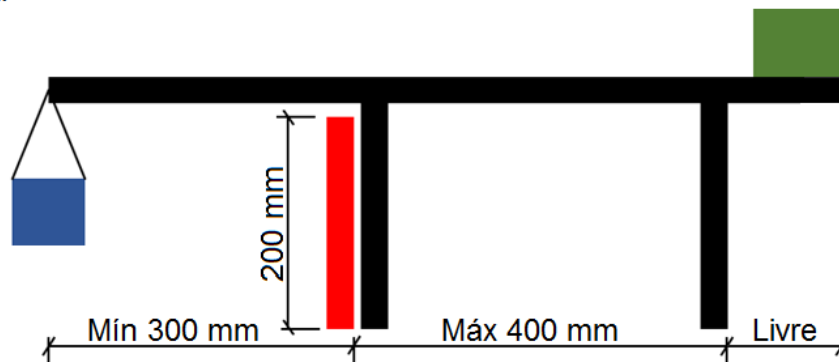

Figura 6-2: Restrições dimensionais do protótipo.
6.1 O protótipo deve ser uma estrutura capaz de vencer um vão e barreira vertical (parede) definidos. Ao final do vão (extremidade) será o local de aplicação de carga. O esquemático dimensional é ilustrado na Figura 6-2.
6.14 A carga será aplicada a uma distância horizontal de 300 mm em relação à face interna da barreira vertical (Figura 6-2).